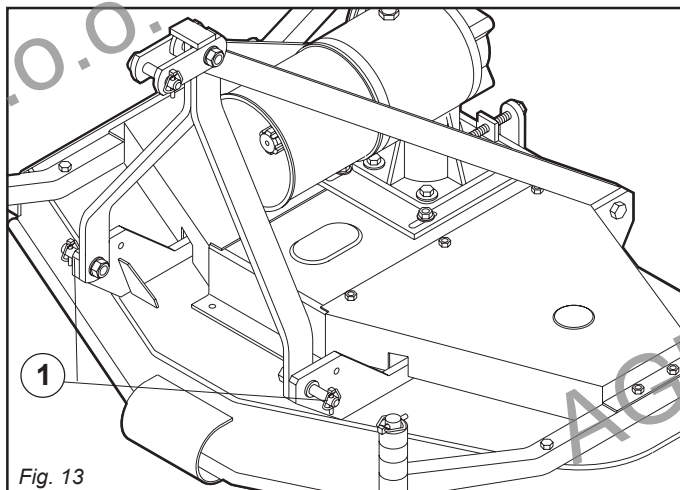
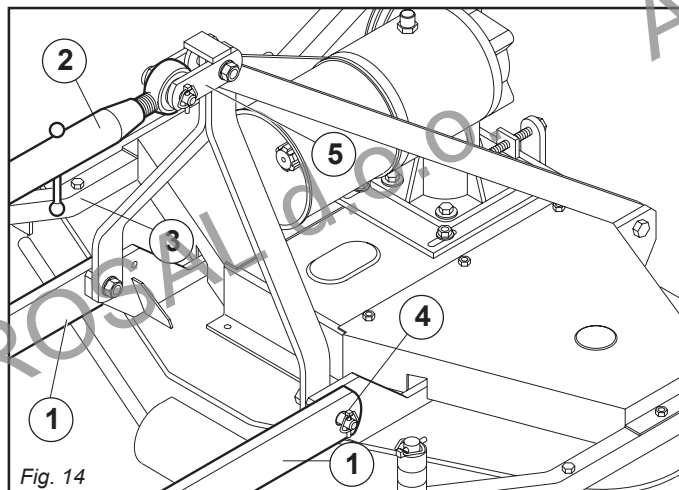
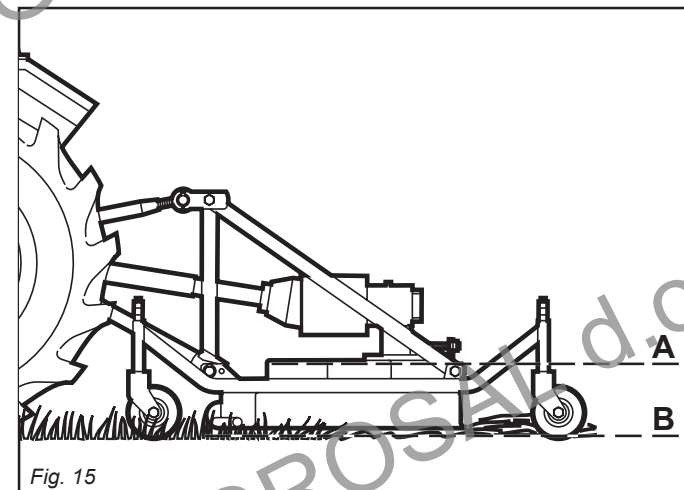

Fig. 13
Fig. 14
Fig. 15
- Con perni già inseriti (1 Fig. 13), accostare le barre parallele del trattore (1 Fig. 14) all'esterno delle piastre ed in-
- With the pins already inserted (1 Fig. 13), near the parallel tractor links (1 Fig. 14) to the outer side of the plates and
- Avec les axes déjà insérés (1 Fig. 13), approcher les bras inférieurs du tracteur (1, Fig. 14) à l'extérieur des pla-
- Mit schon eingesteckten Bolzen (1 Abb. 13) die Unterlenker des Traktors (1 Abb. 14) auf die Außenseite der Plat-
- Con los pernos ya inseridos (1 Fig. 13) arrimar las barras paralelas del tractor (1 Fig. 14) al externo de las placas e
serirle nei perni, bloccando il tutto con le copiglie a scatto (4 Fig. 14).
- Collegare il terzo punto superiore con l'apposito tirante (2 Fig. 14) ed effettuare una corretta regolazione - perfettamente allineato con il terreno tramite la leva (3 Fig. 14) verificando che il piano della macchina (A Fig. 15) risulti parallelo al piano terra (B Fig. 15). Ciò è molto importante allo scopo di ottenere il parallelismo tra l'asse del tosaerba e quello della presa di forza del trattore.
fit them on to the pins, locking the parts together with the snap pins (4 Fig. 14).
- Connect the top link to the relative rod (2 Fig. 14) and correctly adjust to achieve perfect alignment with the ground by means of the lever (3 Fig. 14).
Check that the platform of the machine (A Fig. 15) is perfectly parallel to the ground (B Fig. 15).
ques et les introduire dans les axes, en bloquant l'ensemble avec des goupilles (4 Fig. 14).
- Atteler le troisième point supérieur avec le triant prévu (2, Fig. 14) et effectuer un réglage correct - parfaitement aligné avec le sol au moyen du levier (3 Fig. 14) en vérifiant que le plan de la machine (A Fig. 15) est parallèle au plan du sol (B Fig. 15).
ten bringen und sie in die Bolzen stecken, um dann alles mit den einrastenden Sicherheitssplinten (4 Abb. 14) zu befestigen.
- Den Oberlenker mit der Zugstange (2 Abb. 14) verbinden und eine korrekte Einstellung vollkommen parallel zum Gelände mit dem Hebel (3 Abb. 14) vornehmen, wobei zu prüfen ist, daß die Ebene der Maschine (A Abb. 15) ganz parallel zur Ebene des Geländes (B Abb. 15) steht.
introducirlas en los pernos, bloqueando todo el conjunto con los pasadores de disparo (4 Fig. 14).
- Conectar el tercer punto superior con el correspondiente tirante (2 Fig. 14) y efectuar una correcta regulación, perfectamente alineado con el terreno mediante la palanca (3 Fig. 14) controlando que el plano de la máquina (A Fig. 15) resulte paralelo al plano tierra (B Fig. 15).